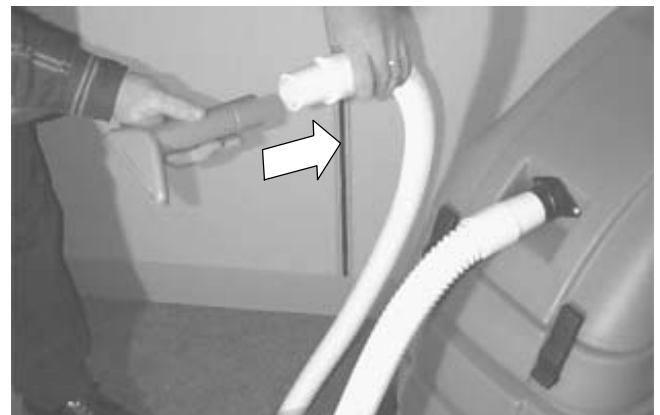

FIG. 7
2. Raccordez l'accessoire souhaité sur le tuyau d'aspiration (Figure 7).